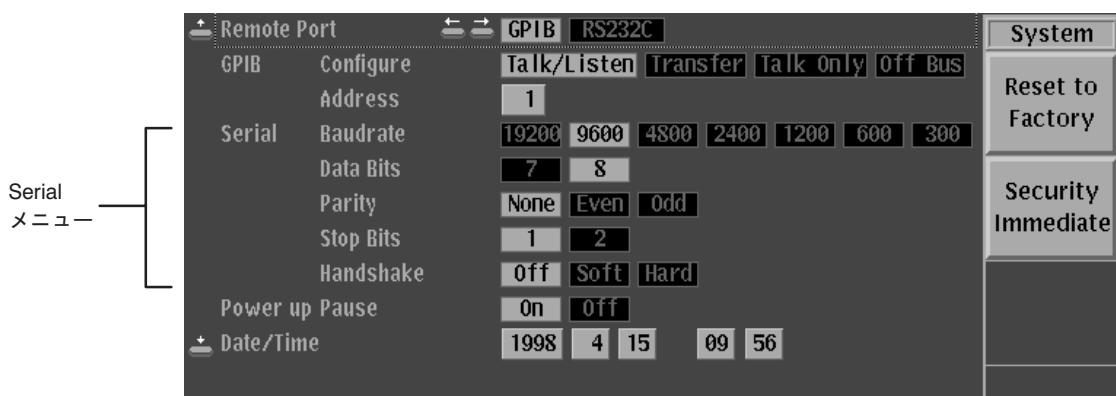

図 1-9: System メニュー
- 手順2:System ボトム・ボタンを押し、System メニューを表示します（図 1-9 参照）。